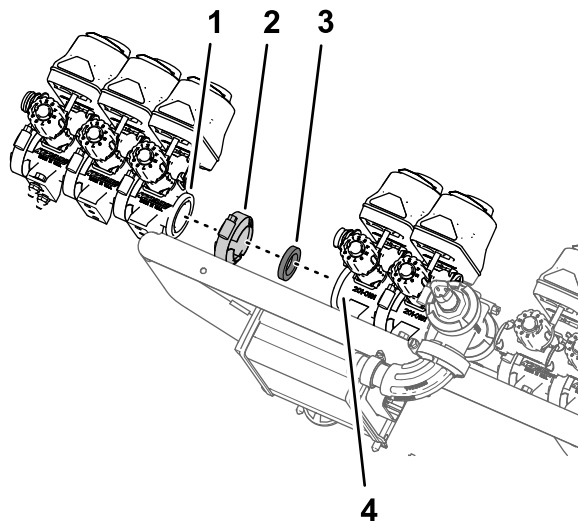

Рисунок 104
1. Установите 3 клапана секций (Рисунок 104), снятых при выполнении пункта 8 в разделе Демонтаж клапанов секций с крепления коллектора \(страница 39\), на фланец клапана 7 узла клапана опрыскивателя с помощью фланцевого хомута и прокладки, снятых при выполнении пункта 4 в разделе Демонтаж клапанов секций с крепления коллектора \(страница 39\).